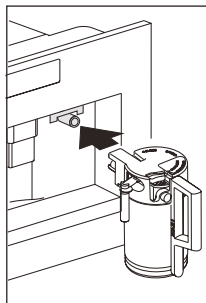

Abb. 32
- Entfernen Sie den Heißwasserauslauf (Abb. 13) und bringen Sie den Milchbehälter an der Düse an (Abb. 32).